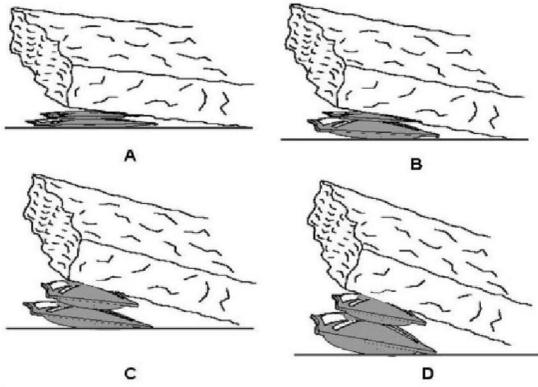

Abbildung 2-5. Korrekte Vorgehensweise beim Aufblasen gestapelter Hebekissen
g. Wenn die Hebeaufgabe zwei aufeinander liegende Hebekissen verlangt, (Abbildung 2-5), sollte das kleinere Hebekissen oben liegen (A) und das untere Hebekissen zuerst befüllt werden, bis das obere Kissen Kontakt mit der Last hat (B). Dann wird das obere Hebekissen aufgeblasen, um den gewünschten Hub (C) zu erzielen. Wenn zusätzlicher Hub bei voller Befüllung des oberen Hebekissens erforderlich ist, kann das untere weiter aufgeblasen werden (D)